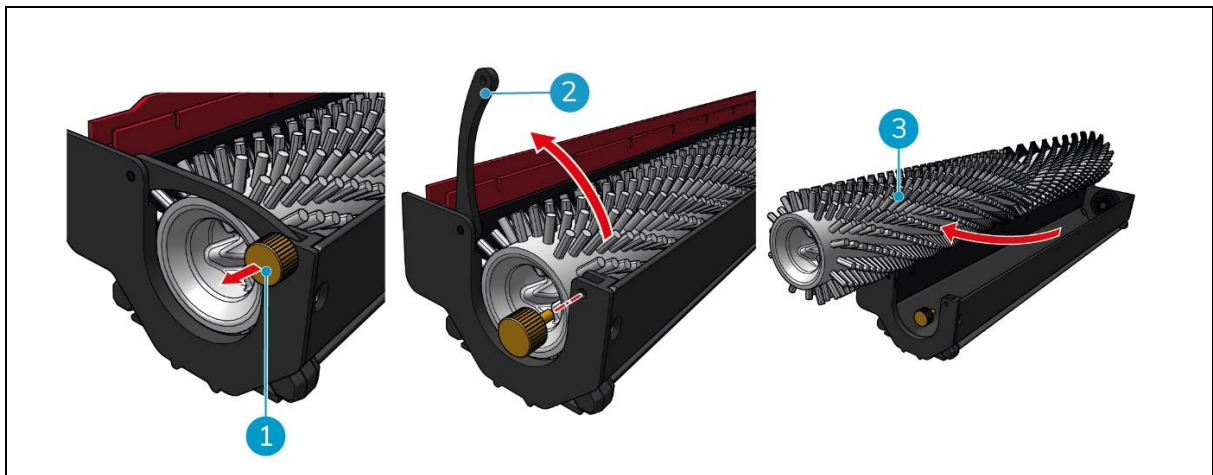

Figura 36
2. Rimuovere la vite (Figura 36, pos. 1) ruotandola in senso antiorario e aprire delicatamente la leva (Figura 36, pos. 2).
3. Rimuovere la spazzola del rullo (Figura 36, pos. 3) dal supporto per una pulizia accurata o per sostituirla con una nuova.